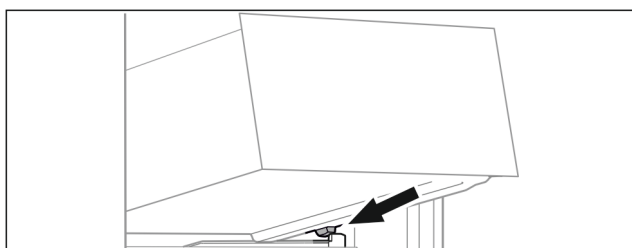

Fig. 64
- ▶ Наклоняя вниз, установите выдвижной ящик за створку на контейнерное ребро. (см. Fig. 64)